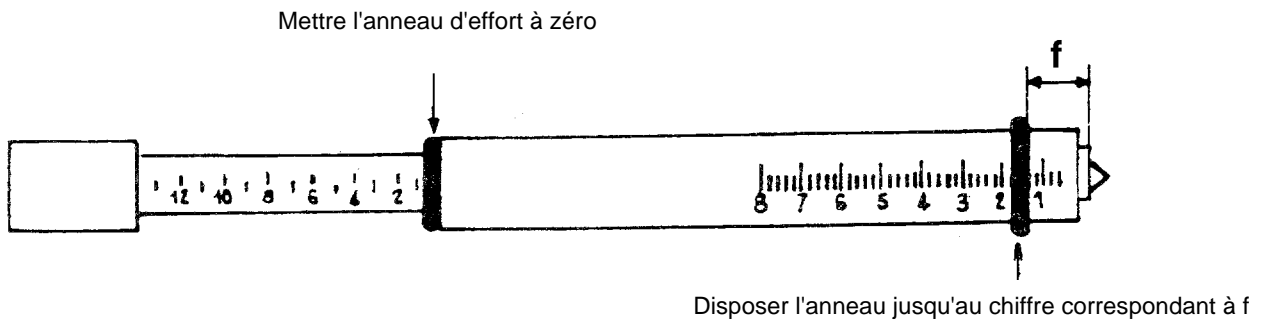

Fig 3
- Régler le tensiomètre (voir figure 3), exemple : anneau inférieur sur 12 mm, anneau supérieur à 0 daN (ou kgf suivant les modèles).